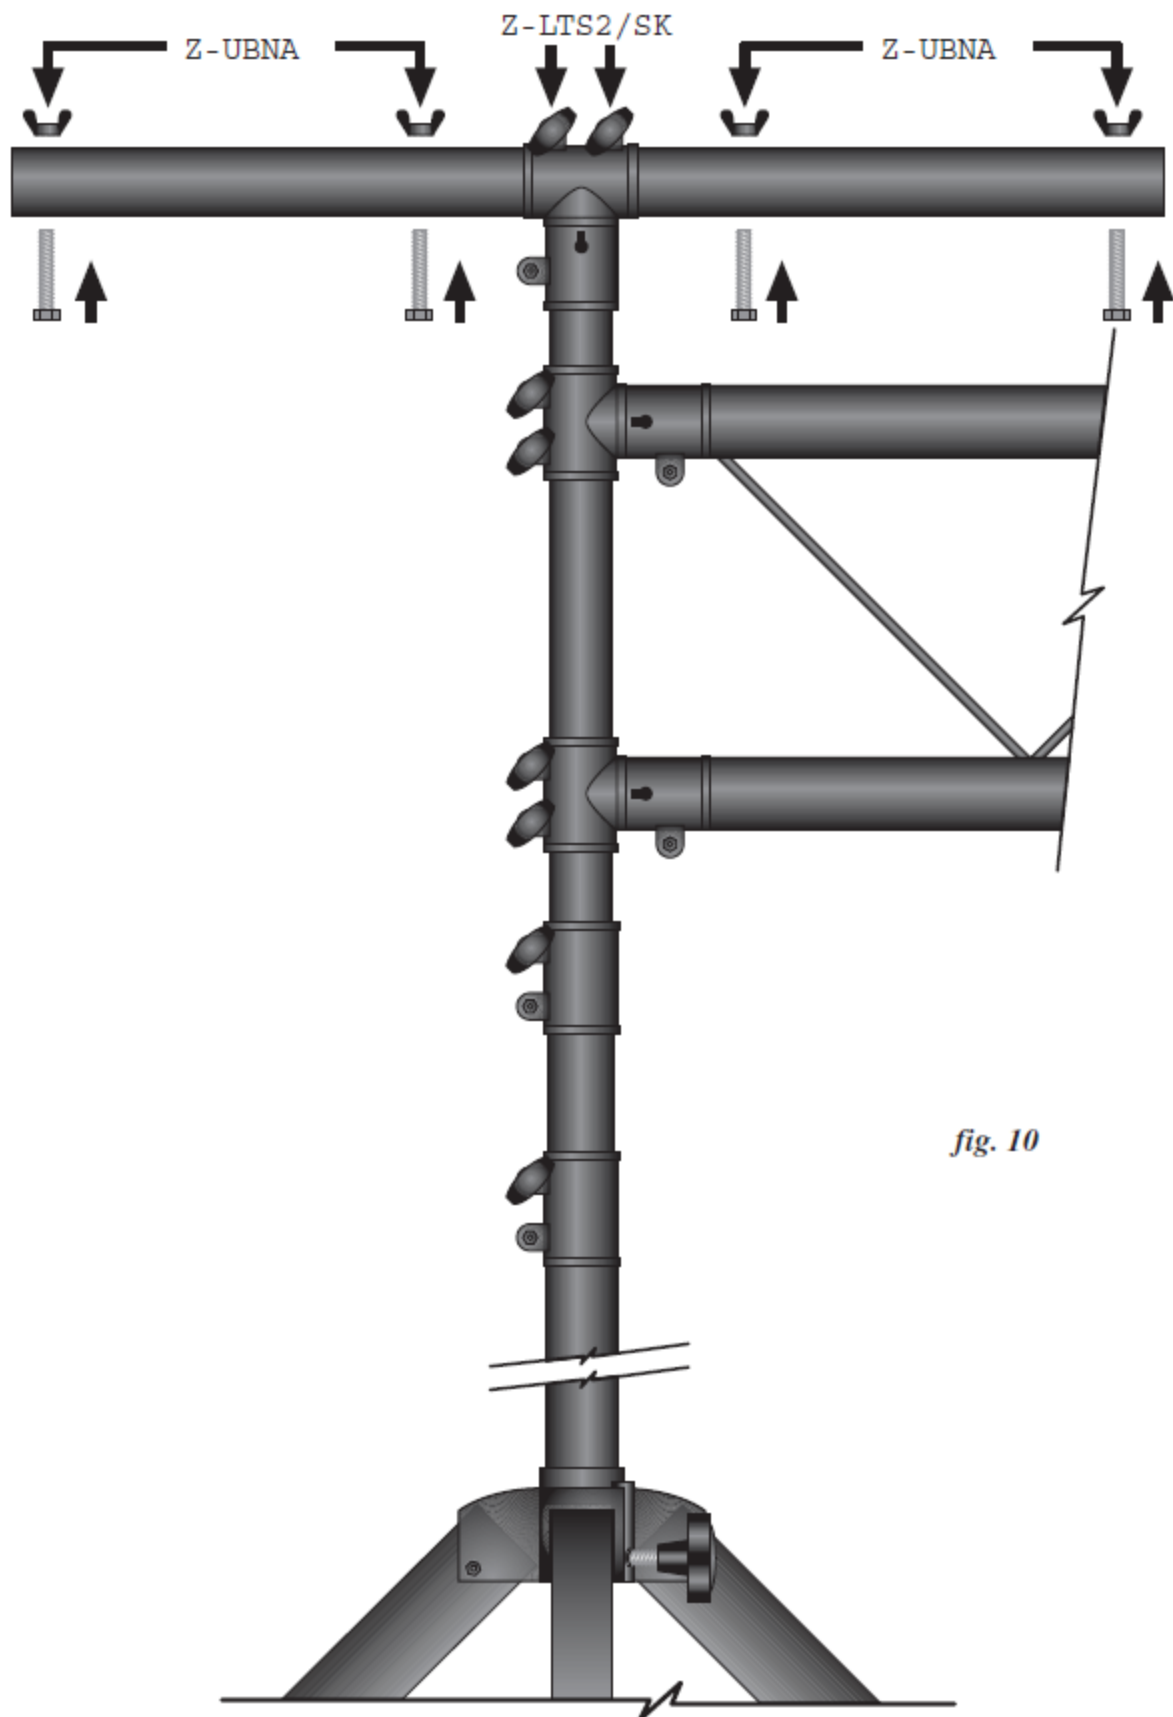

fig. 10
10. Mocujemy śruby nakrętkami motylkowymi w belkach. Na koniec dokręcamy małe śruby na trójnikach. (Patrz rys. 10)